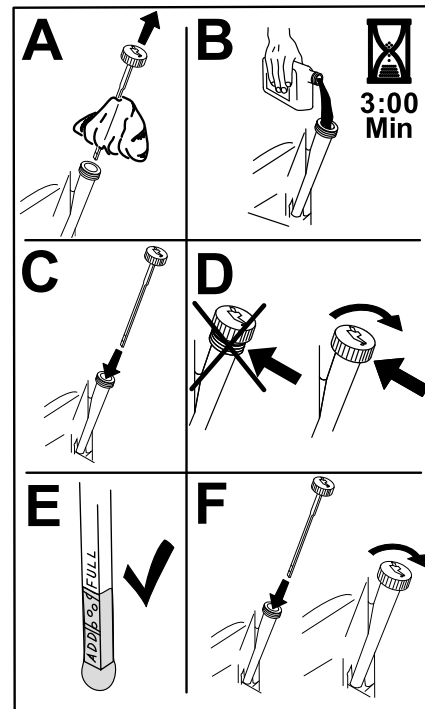

Figure 36
5. Versez lentement environ 80 % de l'huile spécifiée dans le tube de remplissage, puis faites l'appoint lentement jusqu'à ce que le niveau atteigne le repère maximum (**Full**) (Figure 36).
3. Remplissez le carter moteur d'huile du type correct (Figure 36).